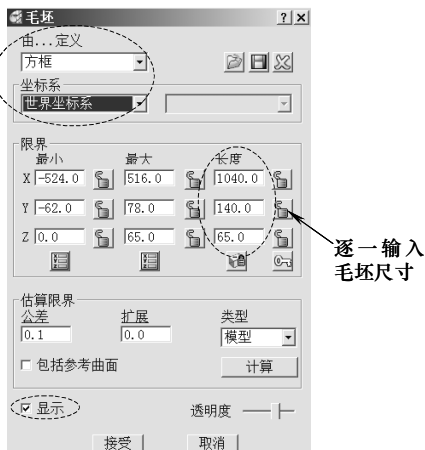
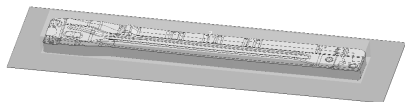

图 8-3 计算毛坯
图 8-4 毛坯
(1) 计算毛坯 在 PowerMILL “综合”工具栏中，单击“毛坯”按钮，打开“毛坯”表格，按图 8-3 所示设置参数。单击“接受”按钮，关闭该表格。计算出来的毛坯如图 8-4 所示。